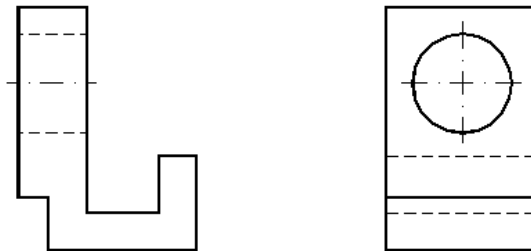

Fig. 4.15
8. Folosind posibilitățile de editare oferite de comanda **PEDIT**, vom „îngroșa” muchiile vizibile la o grosime 0.5 (mm) (fig.4.15). În cazul cercului din proiecția